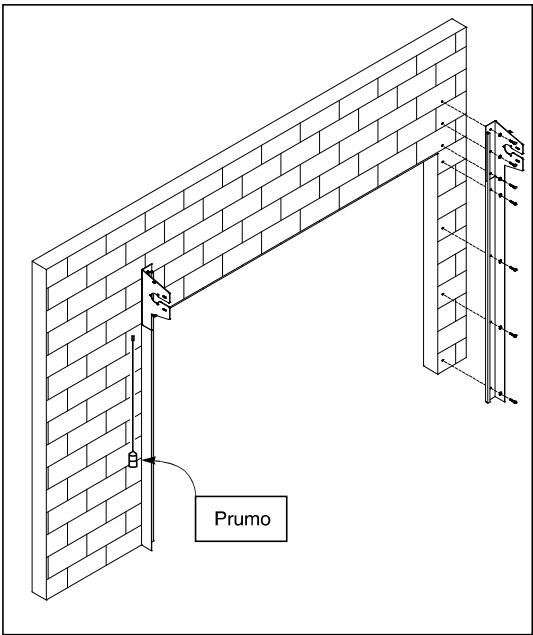

Figura 13
2. Uma vez que a coluna lateral esta posicionada corretamente fixe-a à parede adequadamente. (Veja “Método de Fixação na página 8, Figuras 5, 6 e 7). As marcas onde deve-se furar já estão marcadas na coluna lateral. (Veja figura 13)